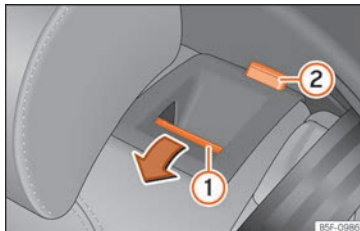

Fig. 111 Banquette arrière : rabattre le dossier.
- Appuyez sur la touche de déverrouillage » fig. 111 ① vers l'avant en rabaisant simultanément le dossier. Le dossier arrière est débloquenté quand le repère rouge est visible sur la touche ②.